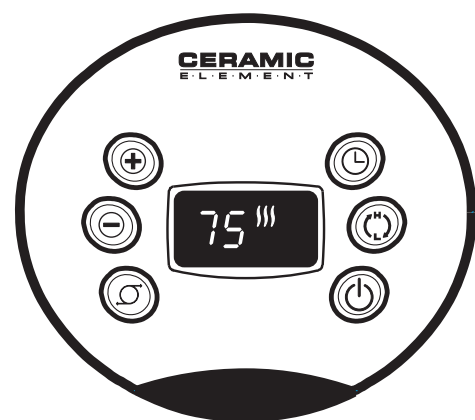

Figura 1
FUNCIONAMIENTO (Figura 1 a 3)
3. Cuando el Calentador se conecte por primera vez, se oír un "bip" y la **Luz de Encendido** se encenderá indicando que hay electricidad en la unidad. La **Luz de Encendido** permanecerá encendida hasta que el Calentador sea desconectado del tomacorriente eléctrico. (Figura 1)
6. Al encender el Calentador, la unidad estará en calor ALTO (⏻) (1500 vatios) y mostrará la temperatura actual de la habitación (Figura 1)